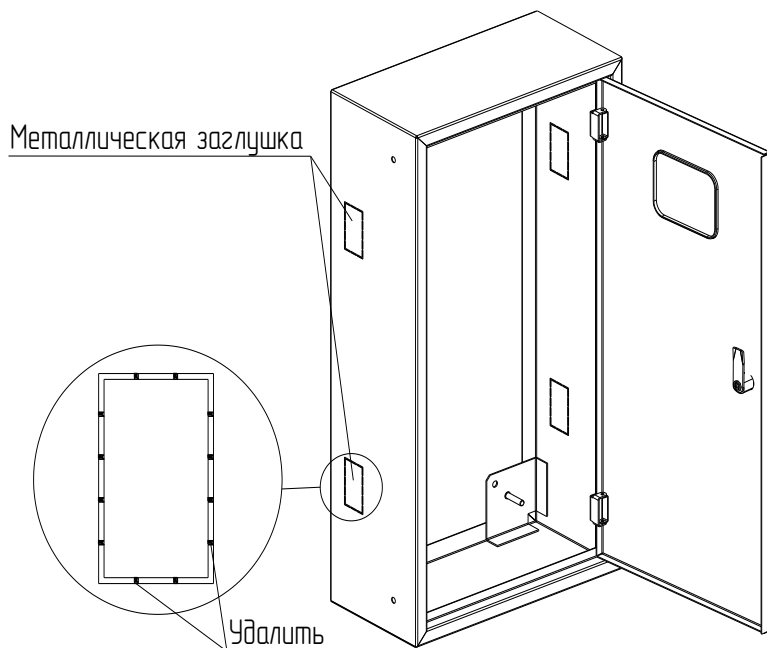

Рисунок 10
3.6 Удалите надфилем на левой или правой боковой поверхности, в зависимости от того, какая будет примыкать к «Коробу среднему КЭТ», перемычки заглушек окон или одного окна, если ввод и вывод проводов в ЯУР будет осуществляться через одно окно (рисунок 10). Контур полученного окна не должен иметь заусенцев и острых кромок.